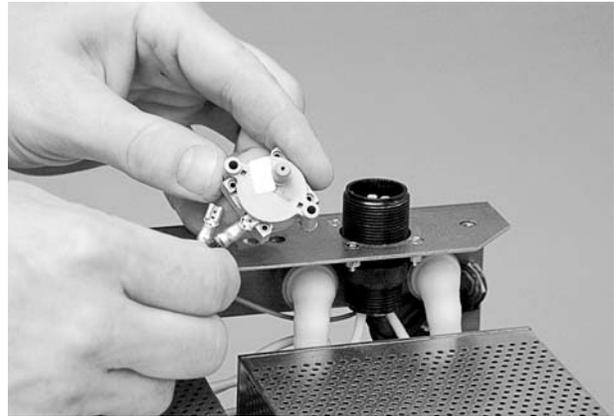

Figure 4-14 Fils du pressostat
4. Voir la figure 4-14. Débrancher les deux fils et les brancher au nouveau pressostat dans le même sens.